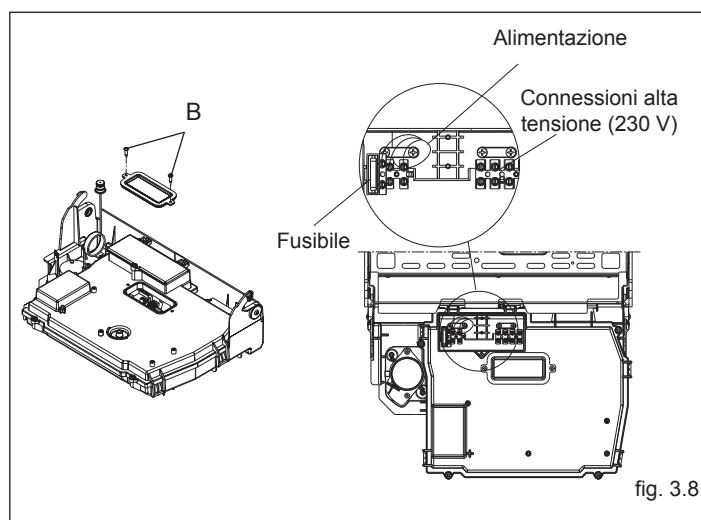

fig. 3.8
- rimuovere il coperchietto morsettieria agendo sulle viti B (fig. 3.8)